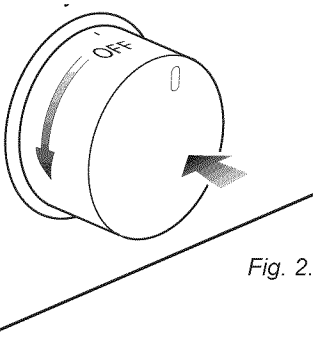

Fig. 2.2
1. Poussez et tournez le bouton dans le sens antihoraire jusqu'à la position **HI** (ouverture maximale). Enfoncez et tenez le bouton jusqu'à ce que les flammes s'allument (fig. 2.2). Les étincelles produites par le diffuseur situé à l'intérieur du brûleur allumeront les flammes.
2. Poussez et tournez le bouton dans le sens antihoraire jusqu'à la position **HI** (ouverture maximale). Enfoncez et tenez le bouton jusqu'à ce que les flammes s'allument (fig. 2.2).